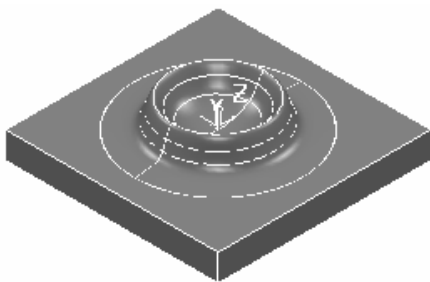

图 2-144 打开范例文件
2) 选择下拉菜单中的“文件”→“范例”命令，弹出“打开范例”对话框，选择“radius.dgk”（“随书光盘:\第2章\exercise10\uncompleted\radius.dgk”）文件，单击“打开”按钮即可，如图 2-144 所示。